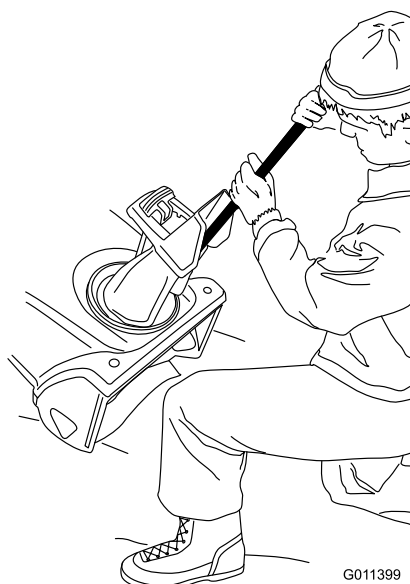

Figure 22
- Utilisez toujours un outil pour nettoyer l'éjecteur, jamais les mains (Figure 22).